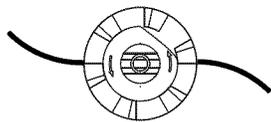

Fig. 21
- Vuelva a colocar la tapa protectora alineando las lengüetas de la tapa con los orificios de traba ubicados en la bobina exterior y presione firmemente hacia abajo hasta que ambas lengüetas se inserten nuevamente en su lugar. (Fig. 21)